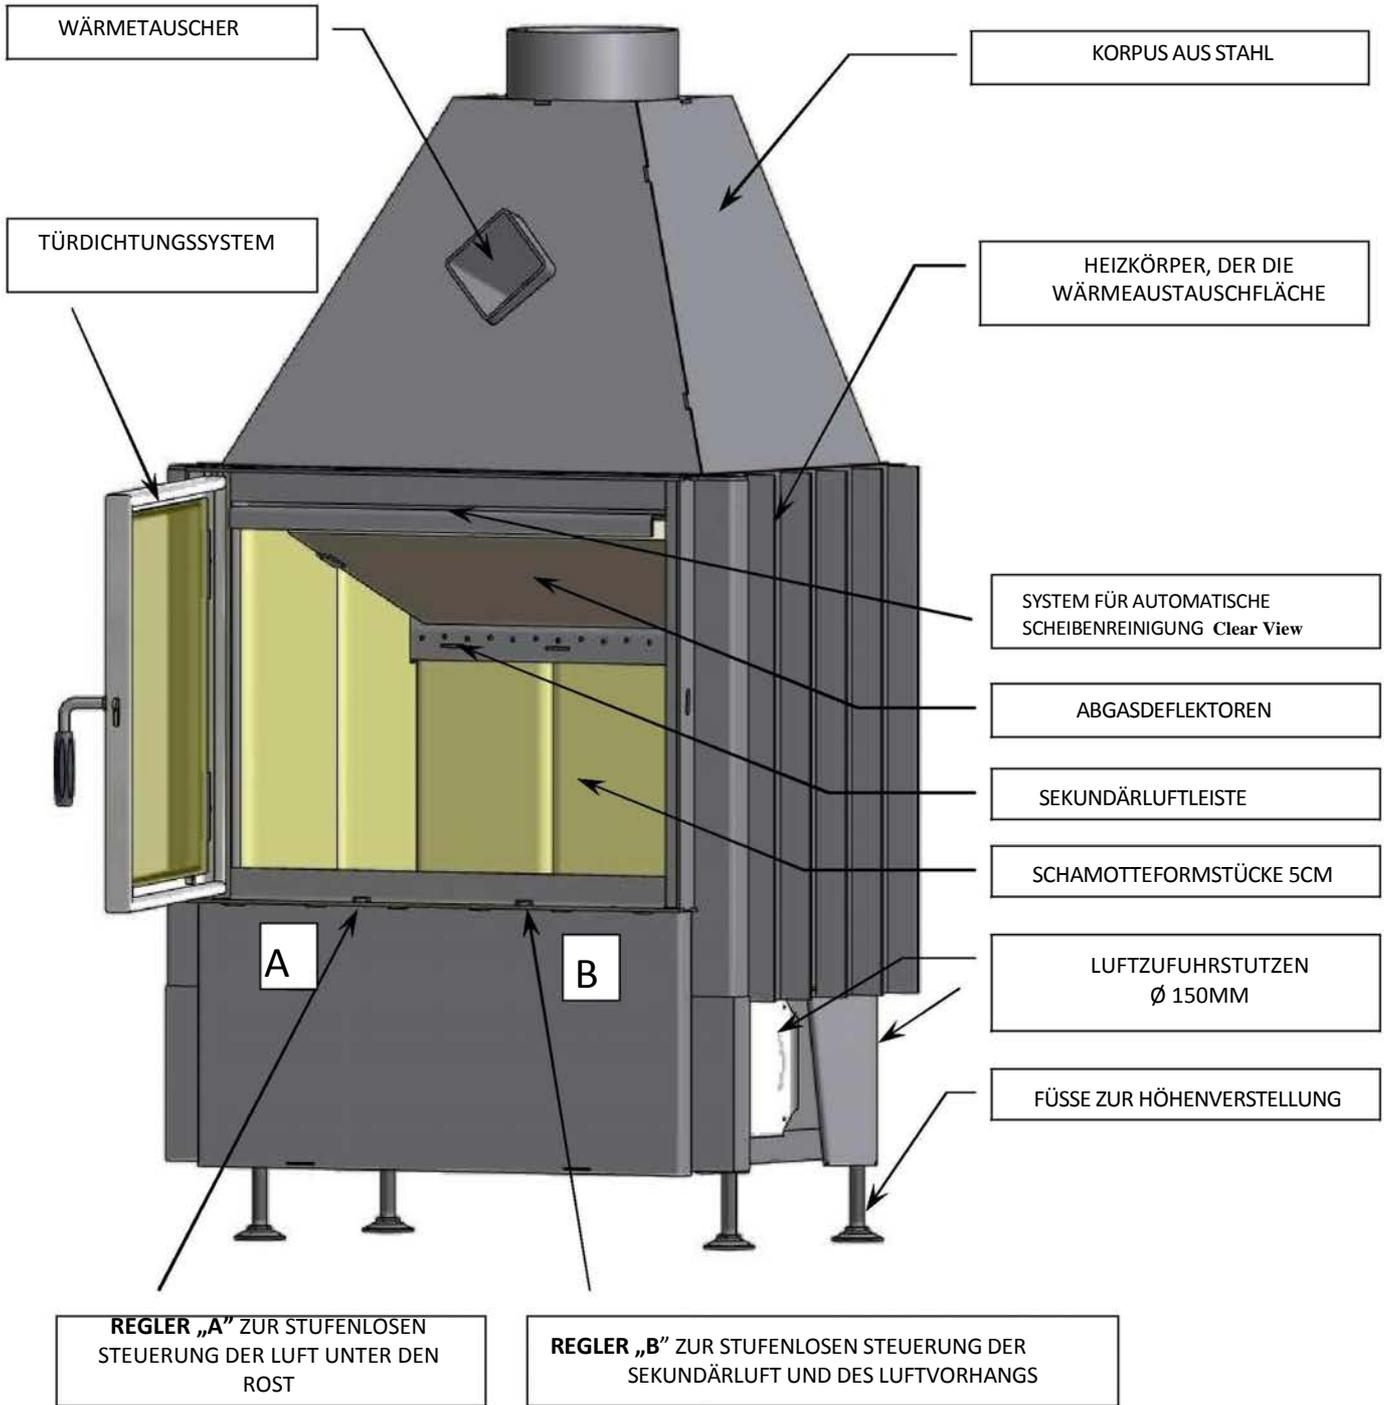

Abb. 1.1. a Aufbau eines exemplarischen Smart IV-Einsatzes
**Die Schwenktür** wird vor dem Ausfallen mit einem Gegensplint, der sich auf dem Bolzen zwischen der Tür und dem Rahmen auf der Scharnierseite befindet, gesichert. (Bild. 1.1)
- das ganze System sperren, indem das Sicherheitsband, das das Gegengewicht sperrt, den ganzen Weg eingedreht wird. Das Sicherheitsband befindet sich auf der linken Seite des Einsatzes, im unteren Teil des Hubwerkgehäuses (Bild. 1.1).
(Bild. 1.1)